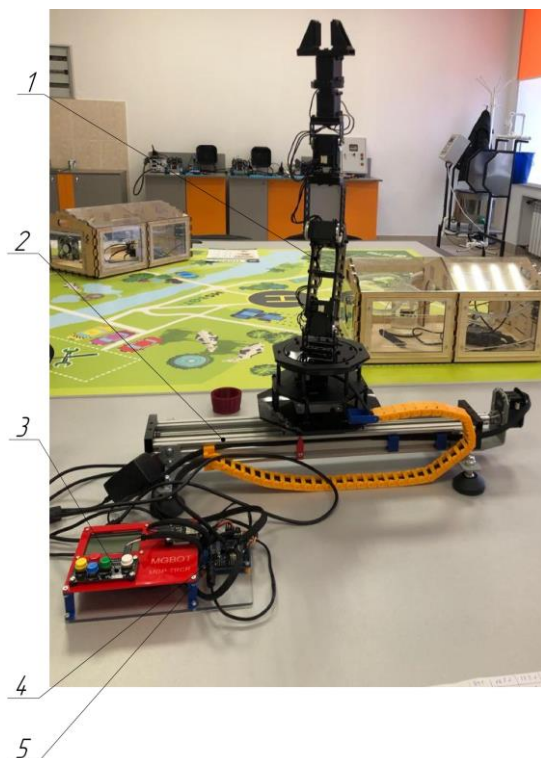

Рисунок 23 – Системы робота.
2. Определить системы робота и показать их на схеме (Рисунок 23).